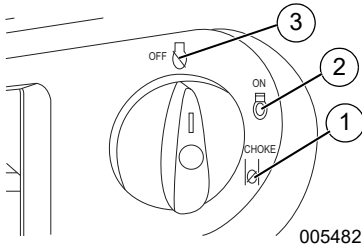

Figura 3-2. Posiciones de apagado/marcha/cebado
1. Consulte la Figura 3-2. Gire el interruptor de apagado/marcha/cebado a la posición CHOKE (Cebado) (1).
4. Consulte la Figura 3-2. Cuando el motor arranque, gire el interruptor de apagado/marcha/cebado a la posición RUN (2). El cebador reduce su funcionamiento a medida que el interruptor de apagado/marcha/cebado se gira hacia la posición RUN.
3. Consulte la Figura 3-2. Gire el interruptor de apagado/marcha/cebado a la posición OFF (3).
1. Consulte la Figura 3-2. Gire el interruptor de apagado/marcha/cebado de la posición OFF a la posición RUN. De esta manera se abrirá la válvula de combustible y el motor arrancará.